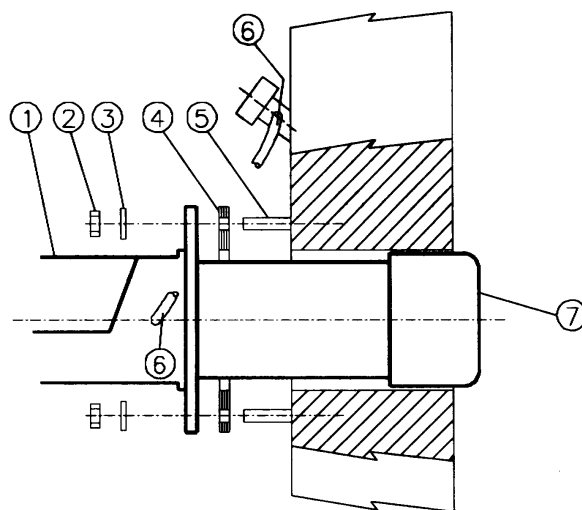

Рис. 16
- 4). закрепить ее с помощью гаек к крепежным винтам котла, согласно схеме на Рис. 16.